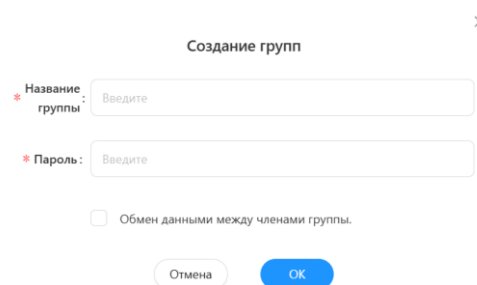

Рисунок 2.7.5
5. В появившемся поле введите имя и пароль группы (Рисунок 2.7.5).